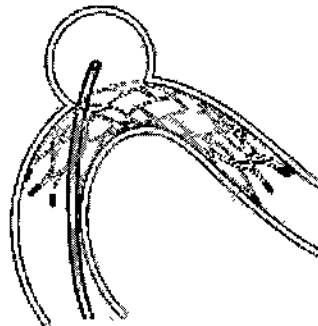

Figura 3: Catéter de infusión posicionado en el aneurisma a través de las celdas del dispositivo de reconstrucción vascular.
22. Usar la guía y el catéter de infusión para obtener acceso al aneurisma a través de las celdas del stent (figura 3).